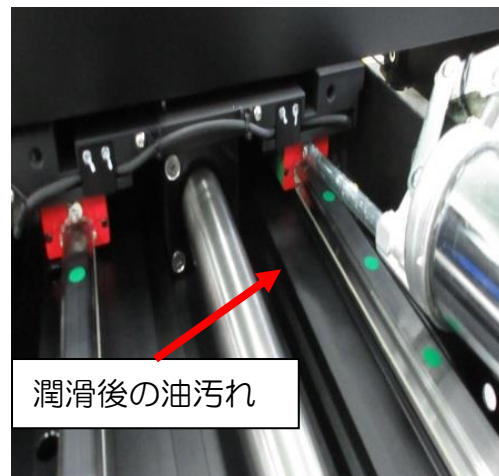

図 6
- (2) スクレーパーからグリスがこぼれていないか確認してください。グリスがこぼれた場合は、グリスの注入を中止してください（図 6）。